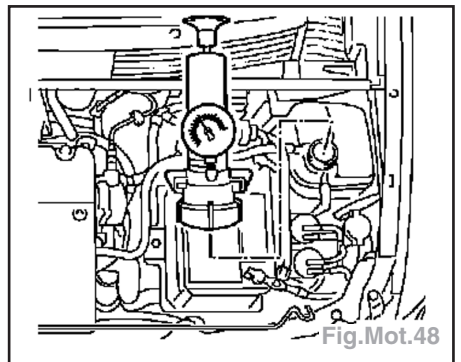

Fig.Mot.48
- Monter l'adaptateur KM-471 et l'appareil de contrôle (Fig.Mot.48).